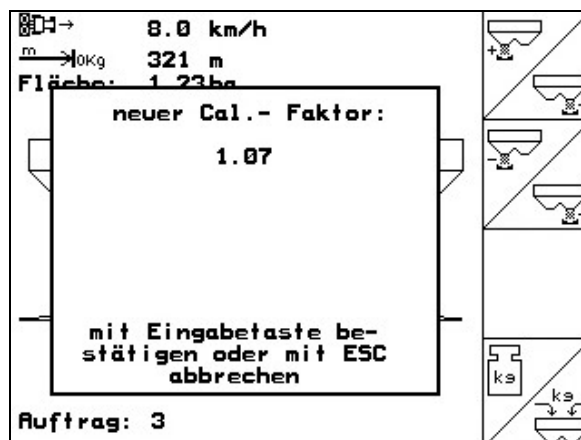

Fig. 4
7. Der neue Kalibrierfaktor wird angezeigt und mit bestätigt, oder mit verworfen (Fig. 4).